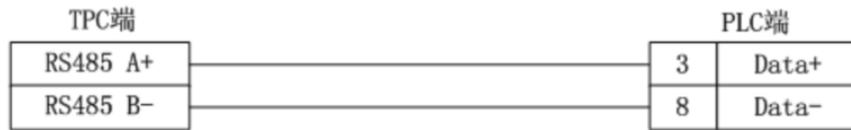

图 15.4-1 接线图
- (1)采用标准串口型号的西门子 PC/PPI 电缆。
- (2)TPC 触摸屏的 RS485 接口的 A 正 B 负与 PLC 编程口 3 正 8 负连接，如图 15.4-1 所示。